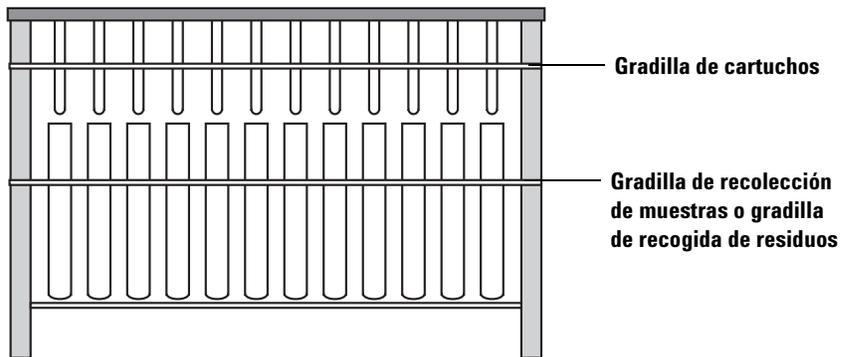
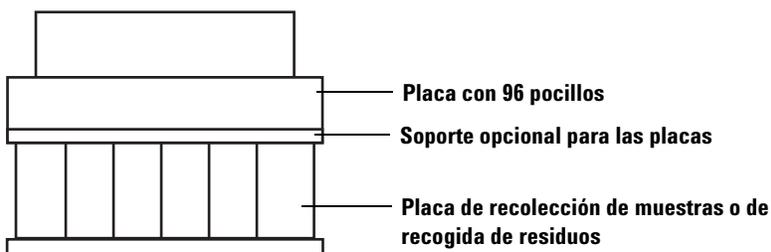

Figura 9 Pila del sistema de extracción de muestras a presión Agilent de 48 posiciones
Figura 10 Pila del sistema de extracción de muestras a presión Agilent de 96 posiciones
- 2 Monte la pila (consulte Figura 9 y Figura 10).